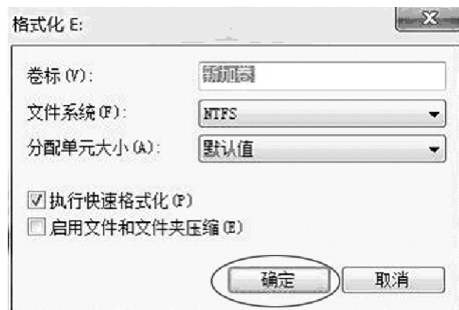

图 3-103 “格式化”对话框
2) 系统还提供默认设置格式化卷，其分配单元大小为默认值，若要设置为默认格式化卷时，在“格式化”对话框中，选择“执行快速格式化”选项，再单击“确定”按钮即可，如图 3-103 所示。